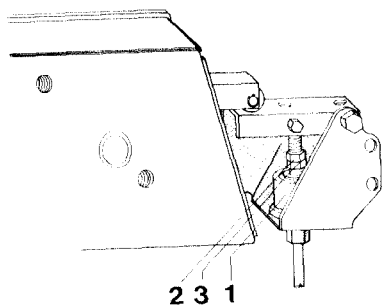

Fig. 70
Wanneer de hydraulische cilinder (Fig. 70/1) de schakelaar niet in werking stelt, dient U de volgende instellingen bij uitgeschoven cilinder uit te voeren:
- Contramoer (Fig. 70/2) losdraaien.
- De moer (Fig. 70/3) zo ver naar links draaien tot de schakelkast hoorbaar omschakelt, daarna de moer twee slagen verder draaien en vastzetten.
- Contramoer (Fig. 70/2) vastdraaien.